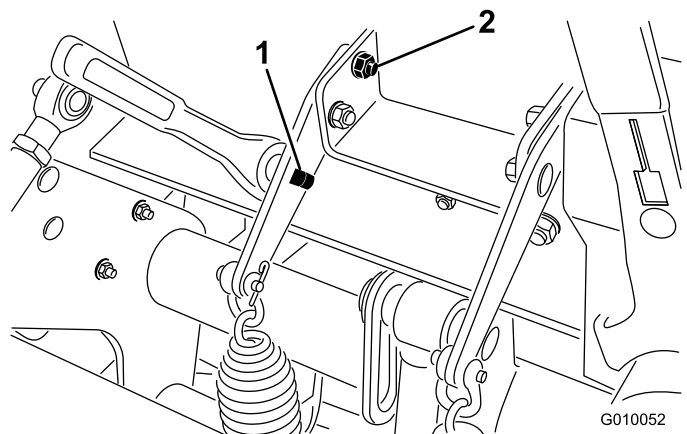

Figura 30
3. Introduzca una llave de carraca de 1/2" en el orificio cuadrado del soporte del muelle (Figura 30)